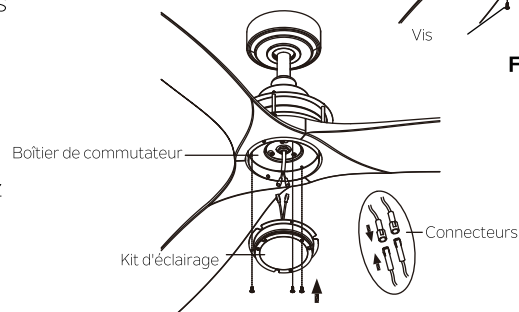

Fig. 26
**Étape 6.** Tenez le kit d'éclairage au niveau du boîtier de commutateur et connectez les fils BLANCS du kit d'éclairage et du ventilateur en rapprochant les connecteurs. Procédez comme pour les fils NOIRS. (Fig. 26)
**Étape 7.** Rangez les connexions soigneusement dans le kit d'éclairage. Alignez les trois trous arrondis sur le kit d'éclairage et le boîtier de commutateur. Serrez fermement les 3 vis retirés au cours de l'étape 5 pour fixer 5. (Fig. 26)